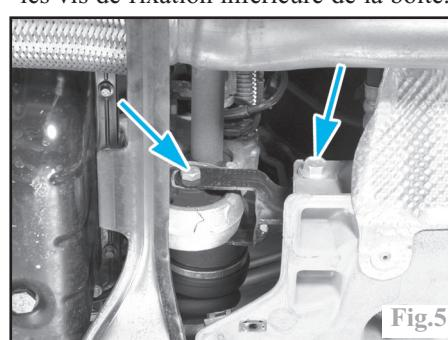

Fig.5
-le cadre de renfort du berceau (5).
-le tirant antibasculement (Fig.5).